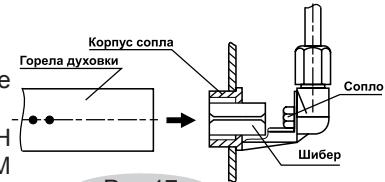

Рис.17
Установка шибера для работы на другом виде (давлении) газа (рис.17, 17а, 17б)
Рис.17а
- удалите шибер из корпуса газопровода (рис. 17б);
Рис.17б